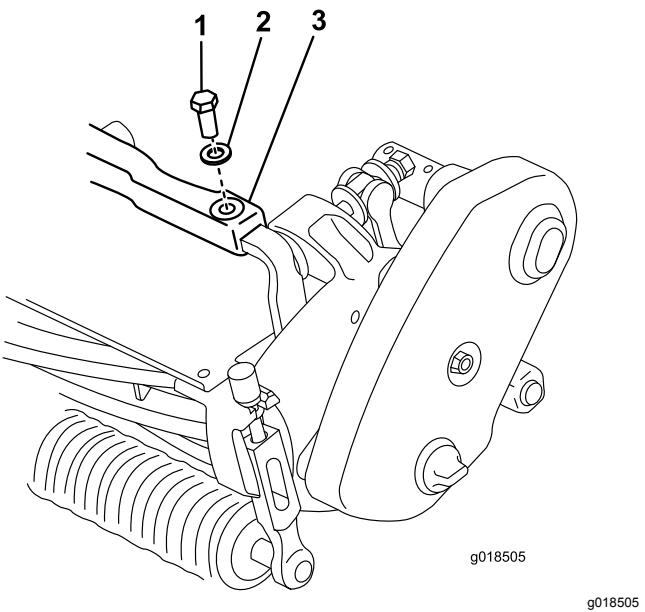

Figura 1
- Retire el perno y la arandela que sujetan el extremo izquierdo del bastidor delantero a la pestaña de la parte superior de la unidad de corte (Figura 1).